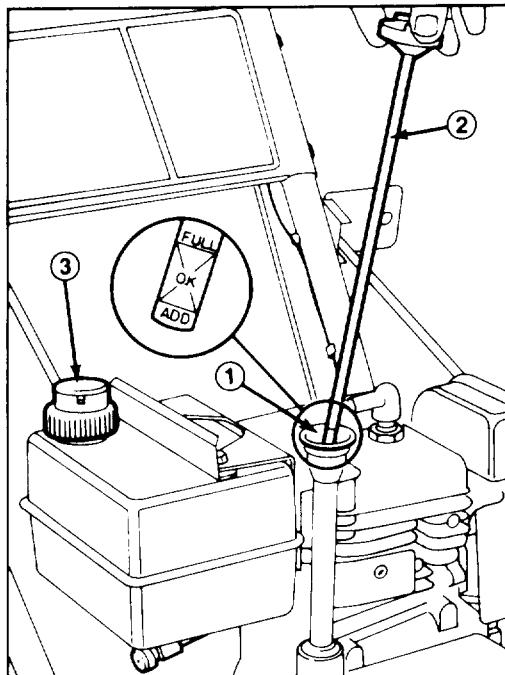

Figure 12
2. Nettoyez le tour du bouchon de remplissage pour éviter que des corps étrangers ne tombent dans le carter lorsque vous enlevez le bouchon (Fig. 12).
3. Enlevez le bouchon qui ferme le trou de remplissage du carter (Fig. 12).
4. Versez lentement 21 onces (0.621 l) d'huile à moteur SAE 5W-30 ou SAE 10 dans le trou de remplissage (Fig. 12). Le moteur peut utiliser toute huile à moteur détergente de haute qualité portant la mention de l'American Petroleum Institute (API) Service, SC, SD, ou SE.
1. Nettoyez autour du bouchon. Enlevez le bouchon et remplissez le réservoir jusqu'à 1/2" (13 mm) du haut avec de l'essence sans plomb. Remettez le bouchon (Fig. 12).